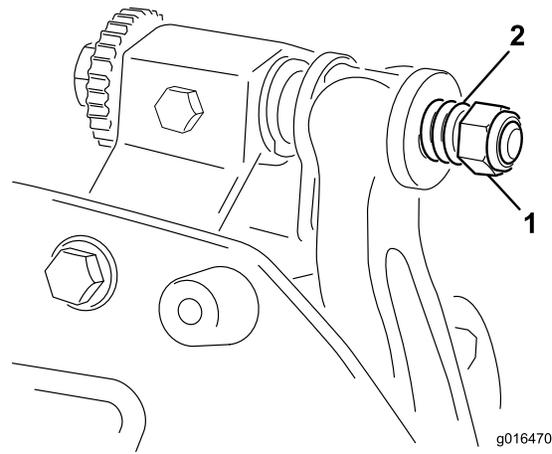

図 24
- スプリングがつぶれるまでテンションナットを締め、そこから半回転戻す 図 24。